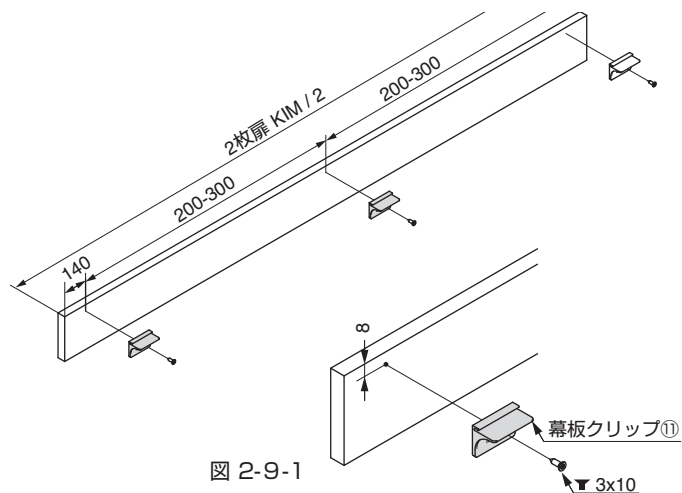

図 2-9-1
(1)幕板の裏側に、幕板クリップ①を図 2-9-1 のように止めてください。